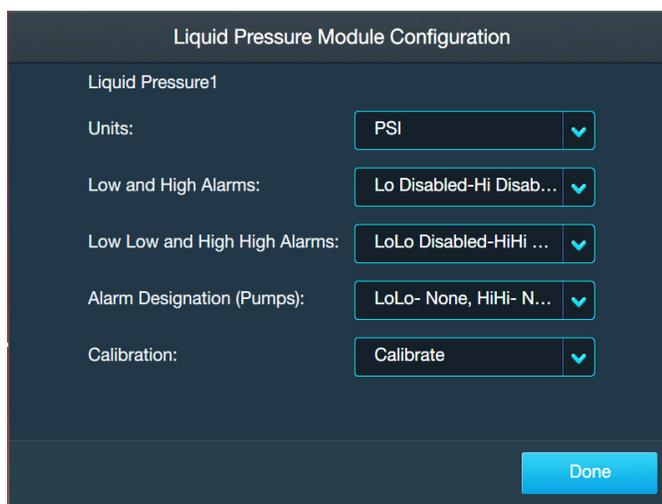

Abbildung 3.49. Bildschirm „Liquid Pressure Module Configuration“ (Konfiguration des Moduls „Flüssigkeitsdruck“).
Verwenden Sie die folgenden Informationen und Schritte, um das Modul „Liquid Pressure“ (Flüssigkeitsdruck) zu konfigurieren. Alle nachstehend aufgeführten Felder sind in Abbildung 3.49 dargestellt.
1. Gehen Sie auf dem Bildschirm „Home“ (Start) der Touchscreen-Konsole zum Modul „Liquid Pressure“ (Flüssigkeitsdruck) und tippen Sie auf „Configure“ (Konfigurieren). Der Bildschirm „Liquid Pressure Module Configuration“ (Konfiguration des Moduls „Flüssigkeitsdruck“) wird angezeigt (Abbildung 3.49). Tippen Sie auf das Feld „Units“ (Einheiten).